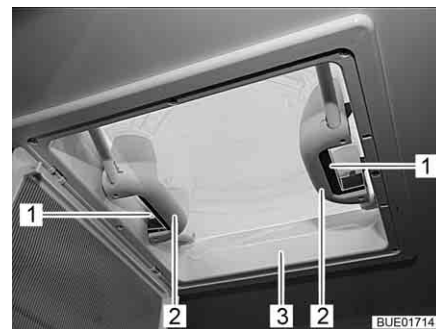

Bild 93 Griffe mit Schnappver-
- Schnappverschluss (Bild 93,1) zur Innenseite der Dachhaube (Bild 93,3) drücken. Gleichzeitig mit dem Griff (Bild 93,2) die Dachhaube nach oben drücken.
- Dachhaube (Bild 93,3) an beiden Griffen (Bild 93,2) kräftig nach unten ziehen, bis beide Schnappverschlüsse (Bild 93,1) eingerastet sind.